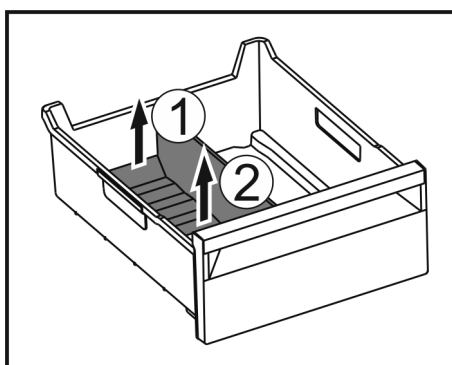

Fig. 67
- ▶ Ridicați partea posterioară a separatorului pentru compartimentul de gheață. Fig. 67 (1)
- ▶ Scoateți separatorul pentru compartimentul de gheață în sus. Fig. 67 (2)